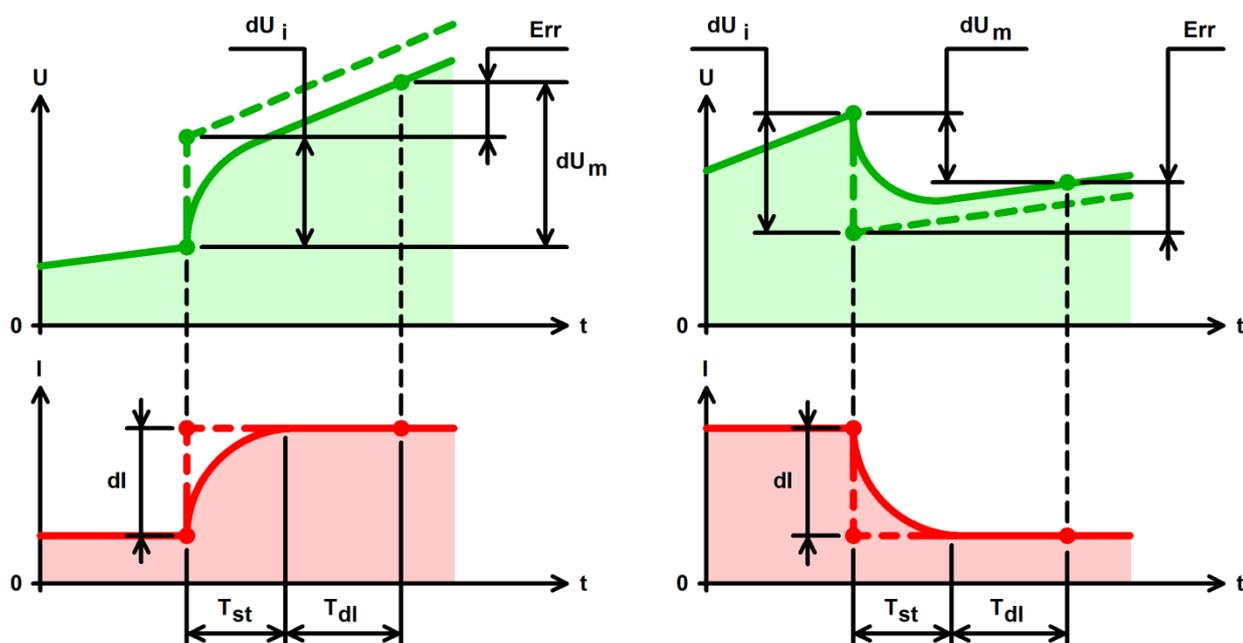

Рисунок 36 - Причины возникновения ошибок при измерении ESR
При измерении ESR в режимах импульсов тока, мощности или сопротивления нужно принять во внимание, что изменение тока через ХИТ при смене импульсов не происходит мгновенно, а занимает, в среднем, время T_{st} , от 10 до 50 мс, в зависимости от конкретных условий тестирования и заданных значений параметров (см. рисунок 36). Кроме того, присутствует определенная задержка T_{dl} в измерении и обработке прибором результатов измерений. Все это приводит к запаздыванию получения второго значения напряжения на клеммах ХИТ при определении скачка напряжения dU на суммарное время ($T_{st} + T_{dl}$) от 20 до 100 мс. Как следствие, в полученный результат измерения скачка напряжения dU_m вносятся искажения Err , поскольку напряжение на тестируемом ХИТ
- В некоторых случаях результаты измерения ESR могут быть искажены под влиянием переходных процессов и задержек измерений (см. подраздел 14.3 и рисунок 36).
Способ имеет аналогичные особенности и ограничения, что и способ измерения ESR ХИТ в режимах импульсов тока, мощности или сопротивления разряда (см. подраздел 14.3 и рисунок 36).